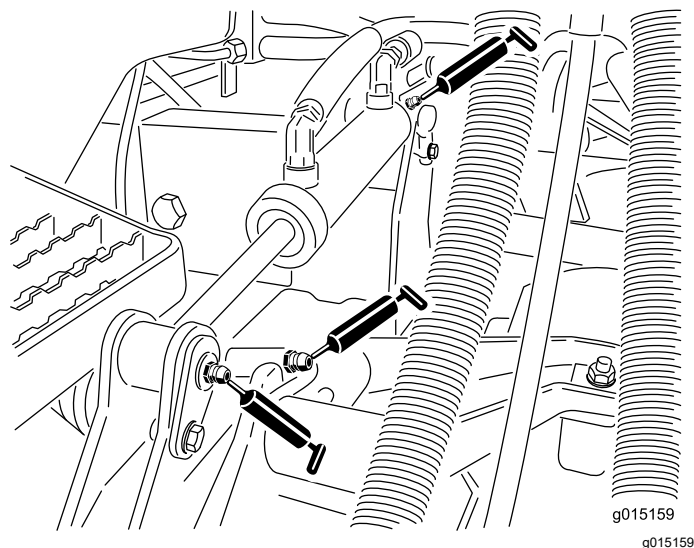

図 70
- 昇降アームのブッシュカッティングユニット 1 台に 1 ヶ所 図 70
- 昇降シリンダのブッシュカッティングユニット 1 台に 2 ヶ所 図 70